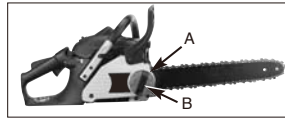

Fig. 4
1. Håll upp sågsvärdets spets och vrid justeringsringen (A) MEDURS för att öka kedjespänningen. Vrids ringen (A) MOTURS minskar spänningen i kedjan. Se till att kedjan sitter tätt hela vägen runt sågsvärdet. (Fig. 4)
2. Dra åt sågsvärdets låsknapp (B) hårt när justeringen är klar och med spetsen fortfarande riktad uppåt. Kedjan har rätt spänning när den sitter tätt runt hela svärdet och kan dras runt med en handskförsedd hand. (Fig. 4)